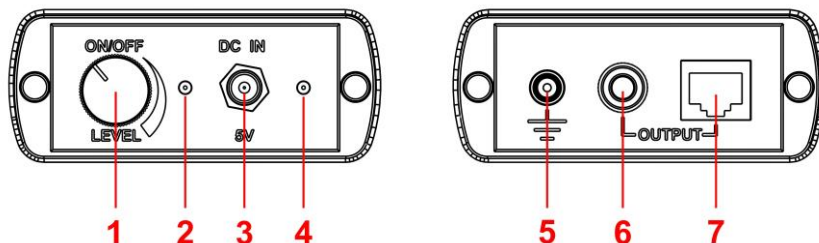

Рис.3
Генератор представляет собой функционально законченное устройство с автономным питанием (аккумулятор). Внешний вид генератора представлен на рис.3. Генератор используется при трассировке кабелей (режим «ТРАССОИСКАТЕЛЬ») и предназначен для подачи в проверяемую проводную линию тестового сигнала.
Цифрами на рис.3 обозначены:
Контроль электропитания генератора осуществляется с помощью двух светодиодов (рис.3, п.2 и п.4). При включении генератора загорается красный светодиод (рис.3, п.2). При разряде аккумулятора красный светодиод начинает мигать. Зарядка аккумулятора генератора осуществляется в выключенном состоянии с помощью зарядного устройства (рис.1, п.4), при этом светится зеленый светодиод (рис.3, п.4), который по окончании зарядки гаснет. Время полной зарядки составляет не более 2 часов.
Генератор оборудован двумя выходными разъемами. Если линия оборудована вилками или розетками стандарта RJ, используется гнездо RJ45 (рис.3, п.7). Тестовый сигнал подается на контакт №4 этого гнезда.
Если проверяемый кабель, не оборудован разъемами, используется гнездо (рис. 3, п.6) и щуп с зажимом типа «крокодил». Для корректной работы генератор должен быть подключен к линии заземления (или к протяженной металлической конструкции в помещении) с помощью кабеля (рис. 1, п.8).
2. Включить генератор, повернув ручку (рис.3, п.1) и установить ее в среднее положение.
8. По мере удаления от места подключения генератора уровень тестового сигнала может снижаться вследствие затухания. В этом случае, следует увеличить уровень сигнала генератора (рис.3, п.1) или снизить порог дискриминации (рис.2, п.1).